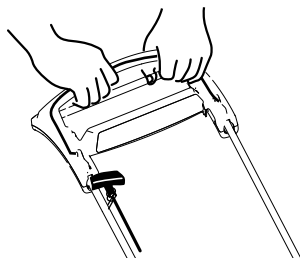

Figura 18
3. Apăsă pe bară de comandă pentru lama lângă mâner (Figura 18).